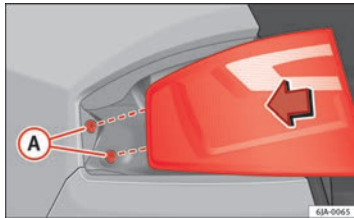

Abb. 160 Heckleuchten-
- Drücken Sie Heckleuchteinheit nach hinten (in Fahrtrichtung), sodass die Befestigungen in die Gummibuchsen ⇒ Abb. 160 (A) greifen.